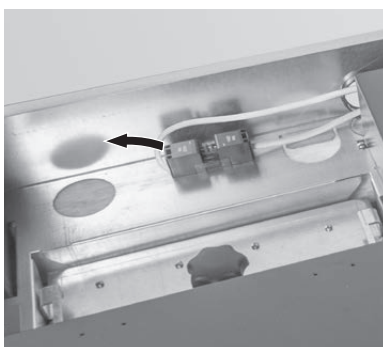

Fig. 92 Geräte-Netzstecker abziehen
- ▶ Vor dem Öffnen des Revisionsdeckels, Heizkessel immer spannungslos machen. Geräte-Netzstecker ziehen – Fig. 92.
- ▶ Geräte-Netzstecker abstecken – Fig. 92.